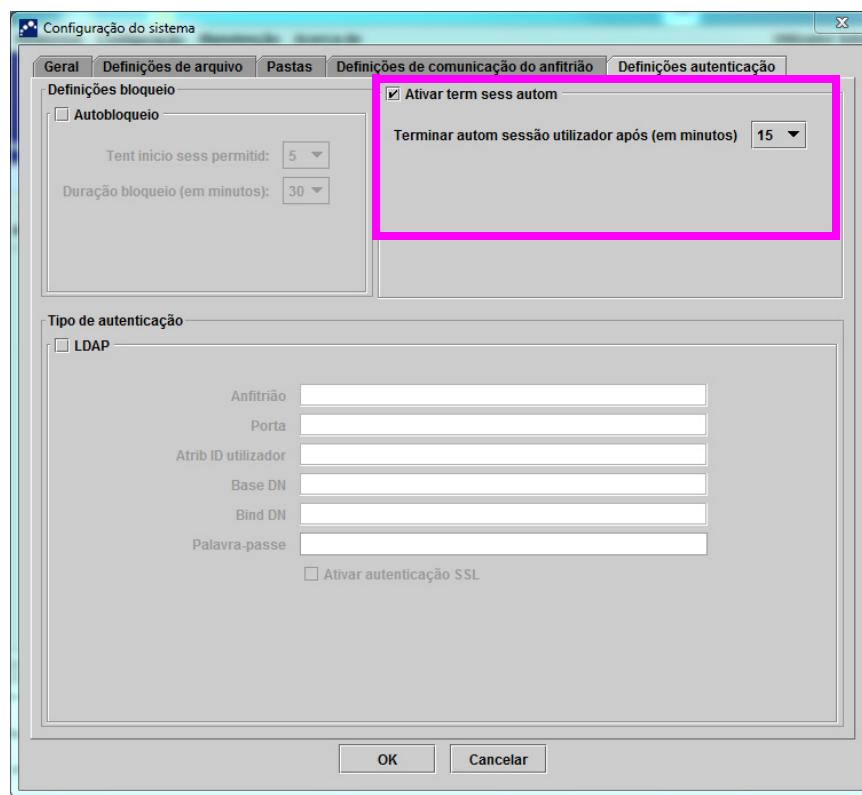

Figura 2-86. Definições de autenticação configuradas para o fim de sessão automático
2. Clique no separador **Definições de autenticação**, o que faz aparecer as informações das Definições de autenticação. Ver figura 2-86.